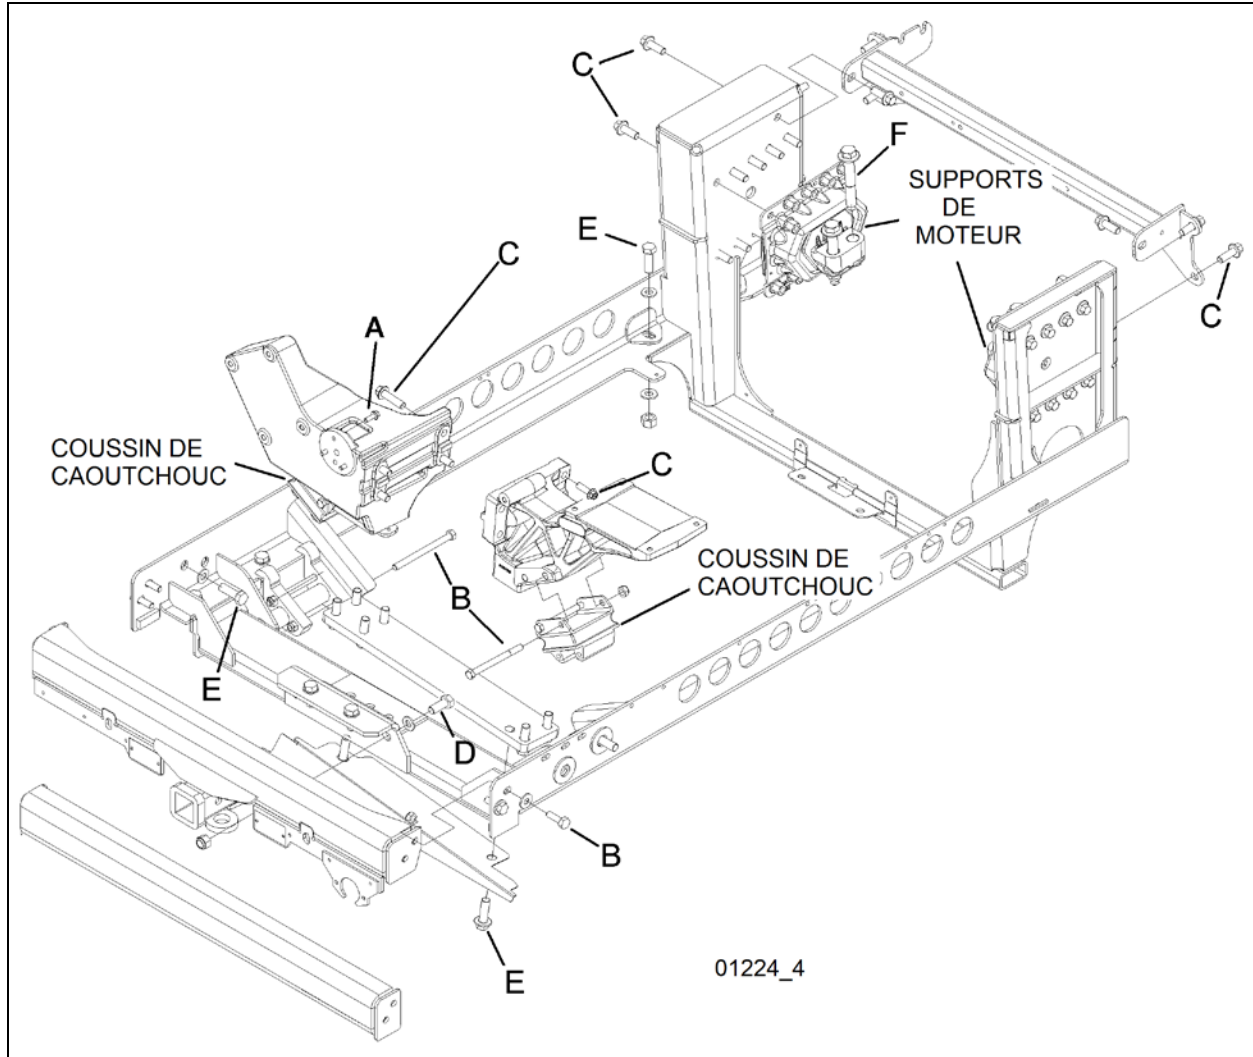

FIGURE 14 : INSTALLATION DU BERCEAU DE GROUPE MOTOPROPULSEUR VOLVO
- S'assurer que les dix boulons de fixation, rondelles et écrous qui fixent le berceau du groupe moteur au *cadre inférieur arrière du véhicule* sont retirés (Figure 14).
Deux supports métalliques sont utilisés à l'avant du moteur, tandis que deux montures de caoutchouc sont installées sous le support du mécanisme d'entraînement de ventilateur de radiateur et de moteur, et sous le support du moteur et de l'alternateur (Figure 14).